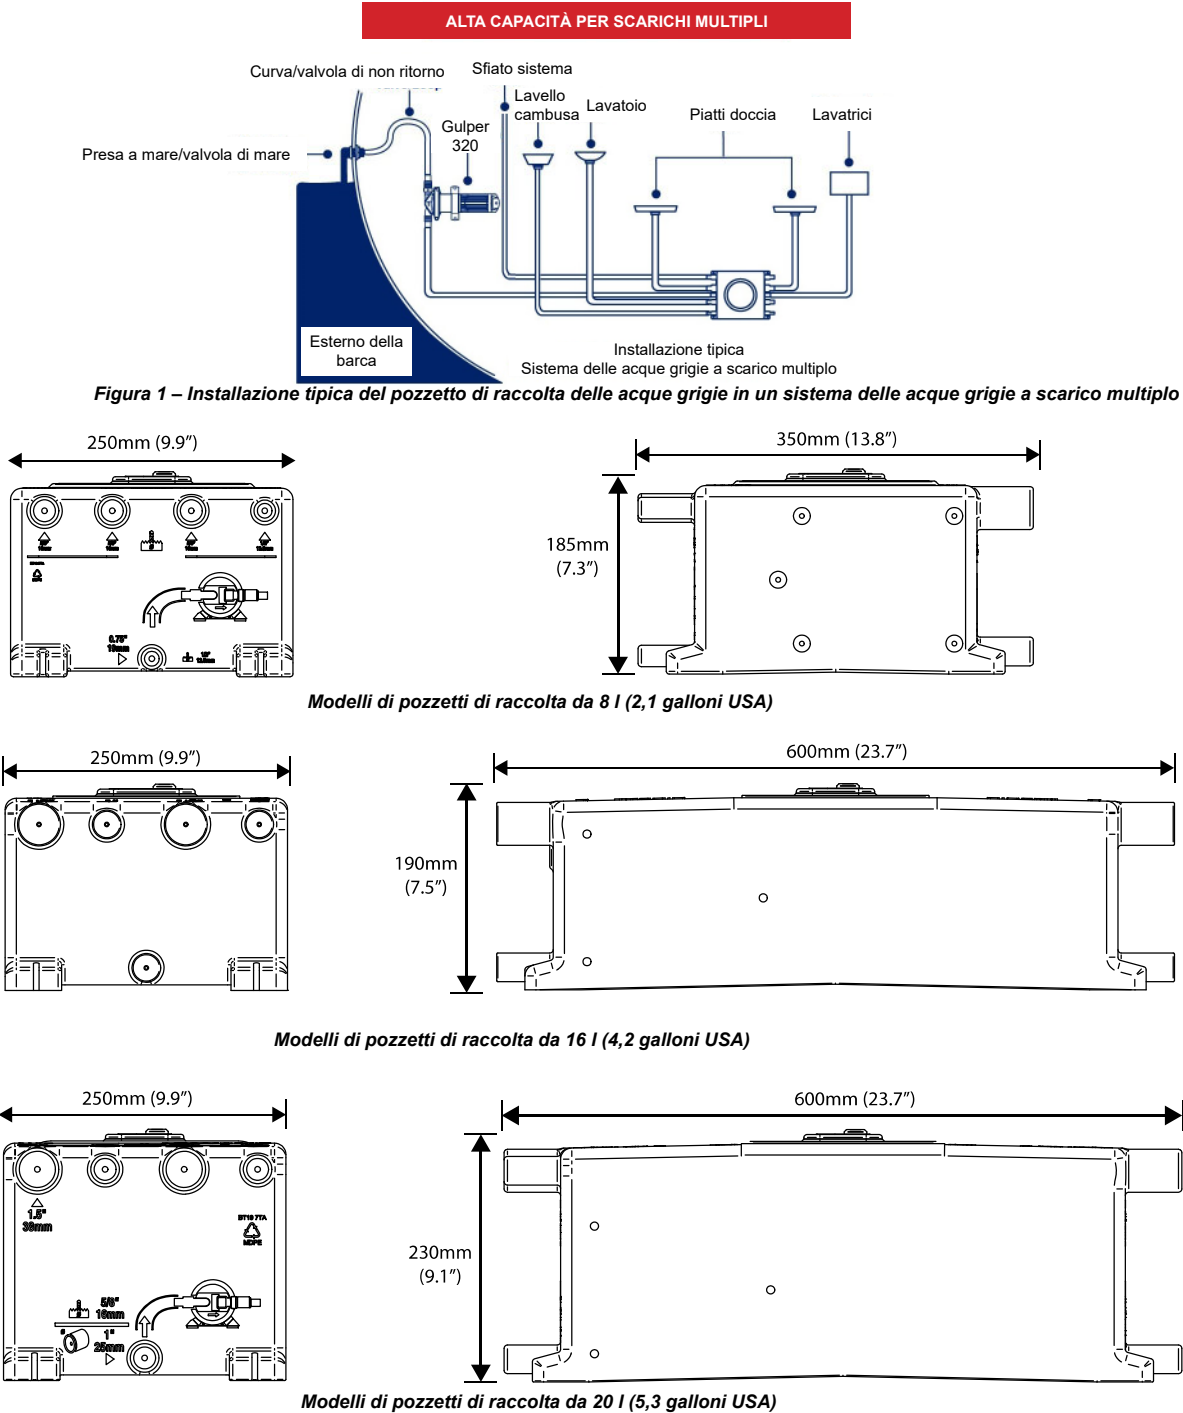

Figura 2 – Dimensioni dei pozzetti di raccolta delle acque grigie
- Figura 2 Dimensioni del pozzetto di raccolta delle acque grigie
Il pozzetto di raccolta delle acque grigie è progettato per l'uso con le acque di scarico grigie nelle imbarcazioni marittime da diporto. L'installazione tipica è illustrata nella figura 1. Per le dimensioni del pozzetto di raccolta, vedere la figura 2.